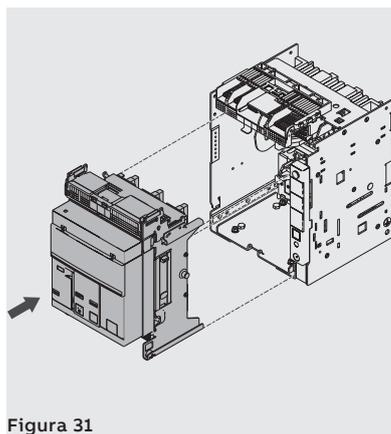
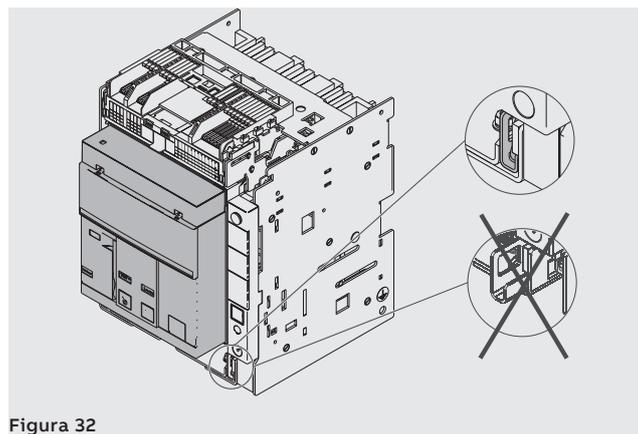

Figura 31
Figura 32
3. Poner la parte móvil en la parte fija y empujarla hasta el bloqueo. Véase Figura 31 y Figura 32.